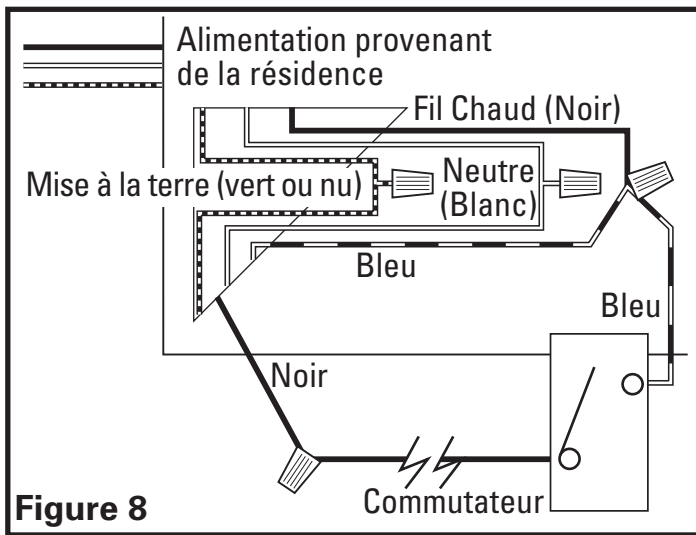

Figure 8
- Ventilation continue :** Pour les ventilateurs à deux vitesses, câblés pour la ventilation continue, reliez le fil blanc du ventilateur au fil (neutre) blanc de la source d'énergie. Reliez le fil de terre de la maison au fil vert du logement du ventilateur. Faites courir 2 fils d'un commutateur mural correctement mis à terre (non inclus) au ventilateur. Reliez le fil bleu du ventilateur et un fil du commutateur mural au fil noir (chaud) du bloc d'alimentation. Reliez l'autre fil du commutateur mural au fil noir du ventilateur. La fermeture du commutateur changera la vitesse de normale à élevée (Figure 8).